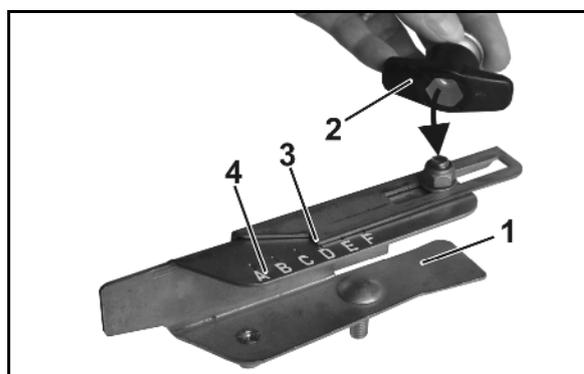
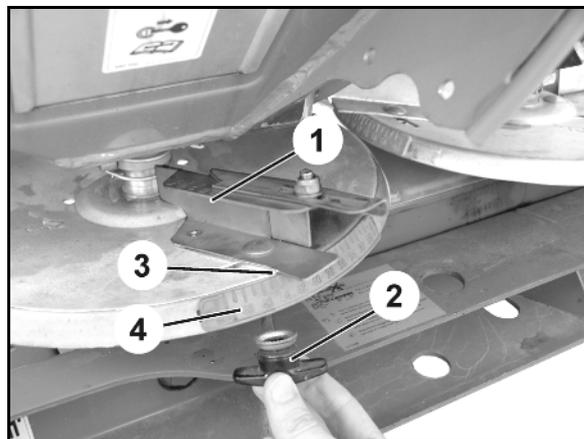

Fig. 85
Fig. 86
- Fermez le clapet gauche (Fig. 85/1).
- Desserrez l'écrou à ailettes (Fig. 85/2).
- Pivotez le déflecteur de bordure (Fig. 85/3) (Fig. 86) vers le bas pour l'activer.
- Resserrez l'écrou à ailettes (Fig. 85/2).